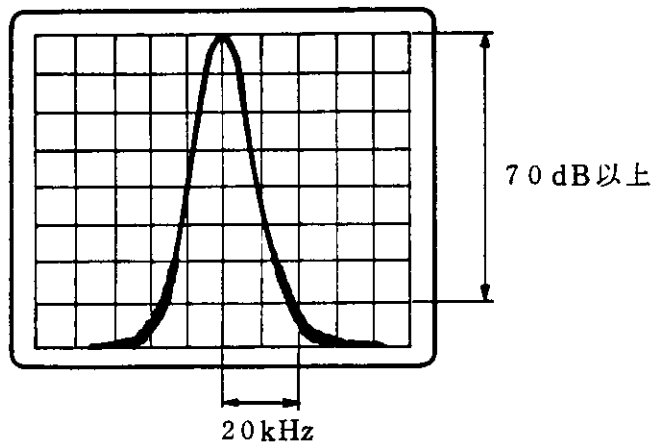

図 5-7 ノイズ・サイドバンド
4. 波形の中心 (**CENTER**) から 20 kHz (2 div) 以上離れた点のノイズのピークと波形のピーク・レベルの差が 70 dB 以上あることをチェックします。〔図 5-7〕